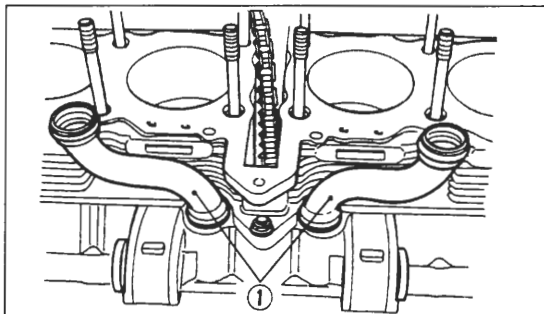

Bild 165
- Ölfallrohre ① abnehmen (Bild 165).